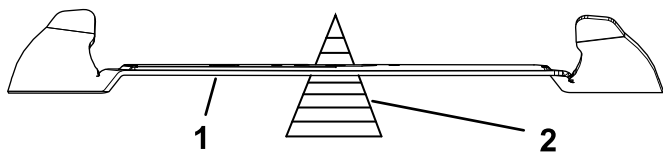

Figura 90
2. Verifique el equilibrio de la cuchilla colocándola sobre un equilibrador de cuchillas (Figura 90).
**Nota:** Si la cuchilla no está equilibrada, rebaje algo el metal en el extremo más pesado de la vela solamente (Figura 90).